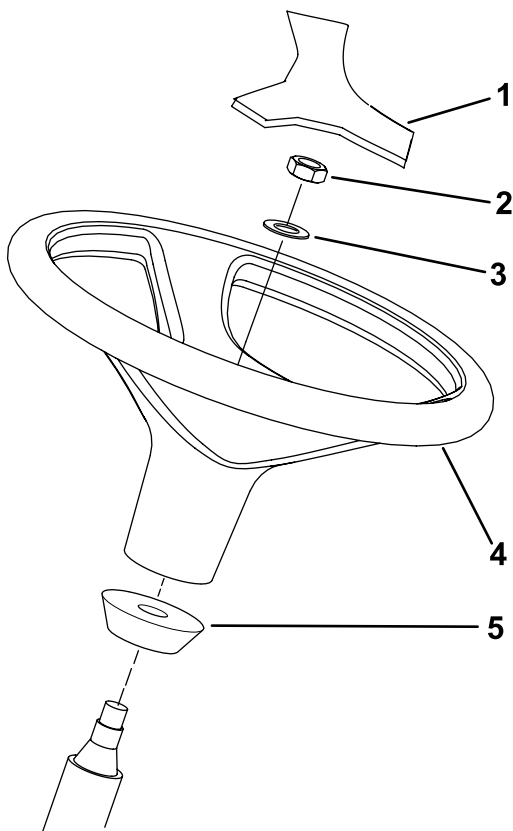

Рисунок 14
1. Снимите рулевое колесо с транспортировочного поддона (Рисунок 14).
**Примечание:** Убедитесь, что кольцо из пеноматериала осталось на рулевом валу (Рисунок 14).
- Наденьте рулевое колесо и шайбу на рулевой вал (Рисунок 14).
- Установите крышку на рулевое колесо (Рисунок 14).